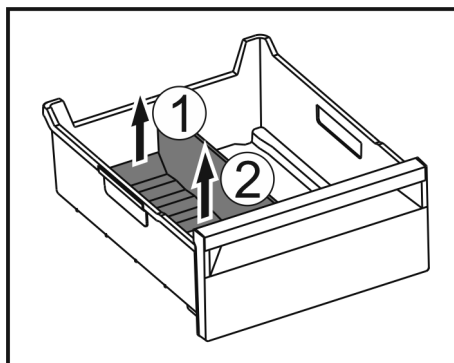

Fig. 146
- Приподнимите заднюю часть разделителя отделения для льда. Fig. 146 (1)
- Извлеките разделитель отделения для льда движением вверх. Fig. 146 (2)